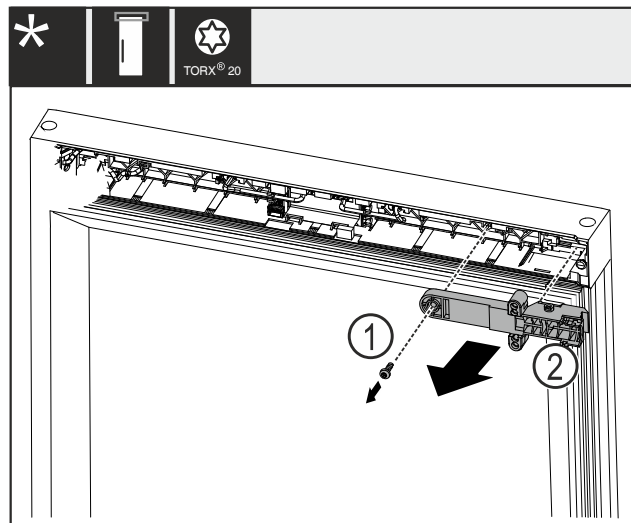

Fig. 20
- Retire el tornillo Fig. 20 (1).
- Retire la pieza de retención del candado Fig. 20 (2).